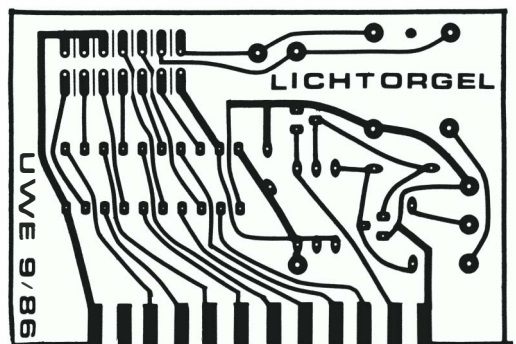

Bild 2.33: Layout für die Lichtorgel-Schaltung
Der untere Schaltungsteil besteht aus acht getrennt programmierbaren Ausgangstreibern. Sie sind alle zusammen im IC 74LS241 enthalten und liefern genügend Strom, um Leuchtdioden anzusteuern. Damit eignen sie sich zum Betrieb der Lastschaltung für Glühlampen (Bild 2.10 oder ähnliche). Die Lastschaltungen selbst finden auf der Platine nach dem Layout aus Bild 2.33 keinen Platz, sondern müssen extern in einem isolierten Gehäuse untergebracht werden. Der An-
- 1 einseitige Platine nach Bild 2.33